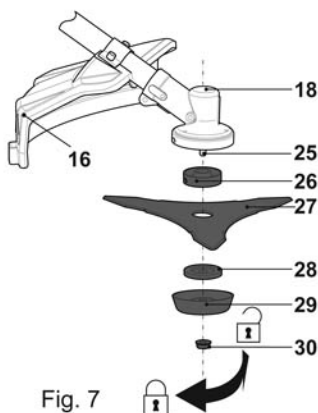

Fig. 7
- > Inserte la brida de soporte (26), y gire hasta que el orificio esté en paralelo con la muesca en el cabezal de montaje (18).
- > Inserte la herramienta (40) en el orificio para bloquear la rotación del husillo.
- > Inserte la hoja (27) en el husillo (25), asegurándose de que la flecha que indica la dirección de rotación esté apuntando en la misma dirección que aquella en el protector (16). La hoja debe estar perfectamente alineada con el anillo que sobresale de la brida de soporte (26).
- > Inserte la bandeja protectora (29).
- > Atornille la tuerca ranurada en la dirección de rotación indicada, mediante el uso de la herramienta múltiple [39] (Fig. 7).
- > Retire la herramienta (40).